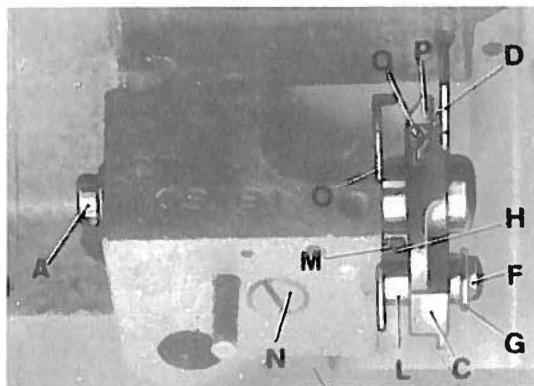

fig. 10
7. Montaggio del coltello inferiore (fig.10):